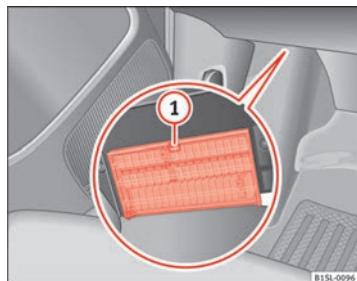

Fig. 142 Sous la planche de bord, côté conducteur : cache de la boîte à fusibles.
- **Ouverture** : appuyez sur le levier de verrouillage ⇒ fig. 142 ① jusqu'à ce que le couvercle puisse s'ouvrir.
- **Fermeture** : rabattez le couvercle vers le haut dans le sens contraire à la flèche jusqu'à ce qu'il s'encaste de manière audible sur le levier de verrouillage ①.